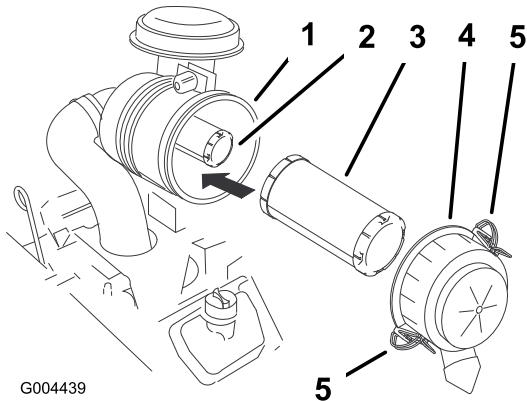

Figure 31
3. Nettoyez la surface autour du filtre à air pour éviter que des impuretés ne s'introduisent dans le moteur et l'endommagent. Ouvrez les attaches du filtre à air et enlevez le couvercle du corps du filtre (Figure 31).
4. Nettoyez l'intérieur du couvercle à l'air comprimé (Figure 31).
5. Sortez l'élément principal du corps du filtre avec précaution (Figure 31). Évitez de cogner l'élément à l'intérieur du corps.
1. Si vous montez des éléments filtrants neufs, vérifiez qu'ils n'ont pas souffert pendant le transport. N'utilisez pas les éléments s'ils sont endommagés. (Figure 31).
2. Si vous remplacez l'élément de sécurité, insérez-le avec précaution dans le corps du filtre (Figure 31).
3. Placez ensuite l'élément principal sur l'élément de sécurité avec le même soin (Figure 31). Assurez-vous qu'il est bien engagé en appuyant sur le rebord extérieur.
4. Reposez le couvercle du filtre à air, le côté portant l'inscription **UP** en haut, et fermez les dispositifs de verrouillage (Figure 31).